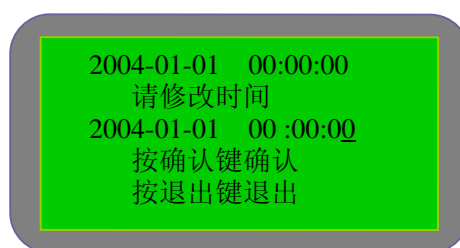

图 5-4-1
- 1) 时钟修改：在“设置”中选择“时钟修改”，进入图 5-4-1 所示界面，用下划线“_”标注编辑位，按“左移”键“右移”键改变编辑位的位置，编辑位的值